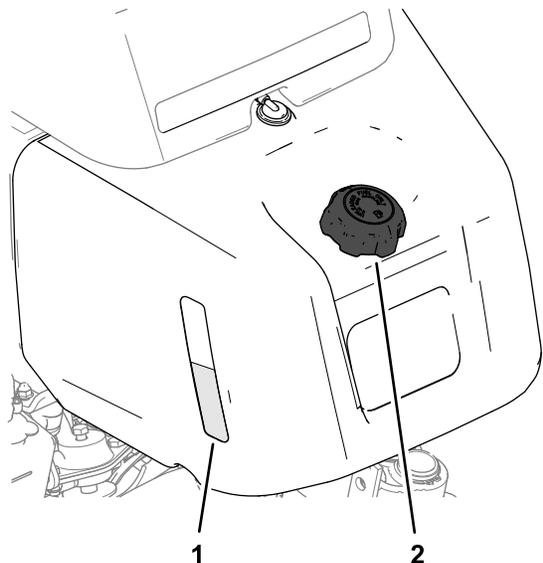
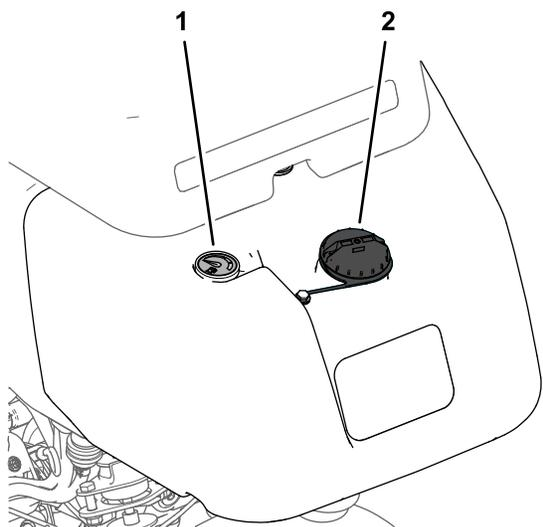

図 21
図 22
1. 燃料キャップの周囲をきれいに拭いてキャップを外す 図 21 または 図 22。